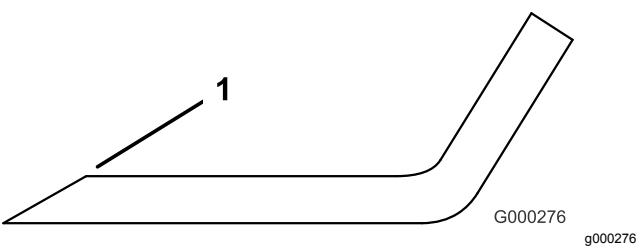

Figura 119
3. Inspecione as extremidades de corte de todas as lâminas e afie-as se apresentarem sinais de desgaste ou ranhuras (Figura 119).
Nota: Afie apenas a zona superior da parte cortante e mantenha o ângulo de corte original para garantir um desempenho eficaz da lâmina (Figura 119). A lâmina manterá o equilíbrio se for retirada a mesma quantidade de metal de ambas as extremidades de corte.